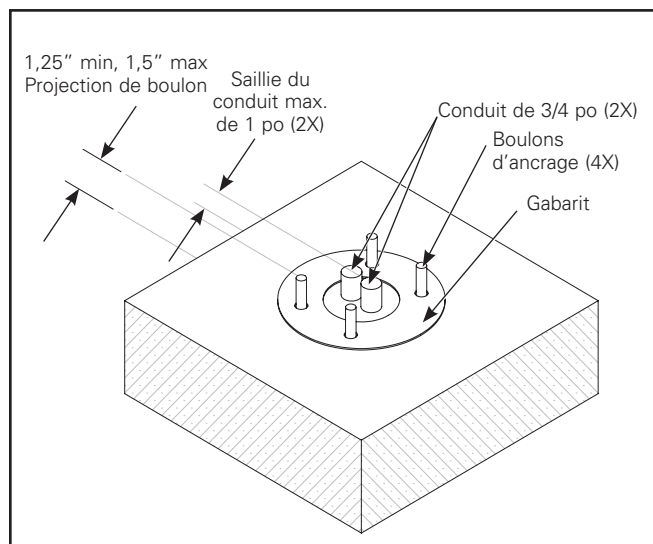

Figure 1.
1. Installez les ancrages de fondation et le ou les conduits à l'aide des gabarits d'ancrage comme illustré. (Figure 1)